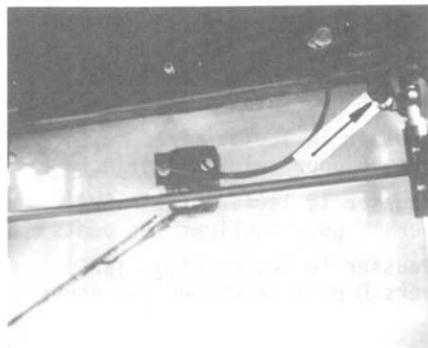

Bild 19
1. Lösen der vier Vorreiber am Heckfenster (Bild 19).
1. Loosen the 4 interlocking devices at the rear window (fig. 19).
1. Enlever les 4 tourniquets de la vitre arrière (fig. 19).